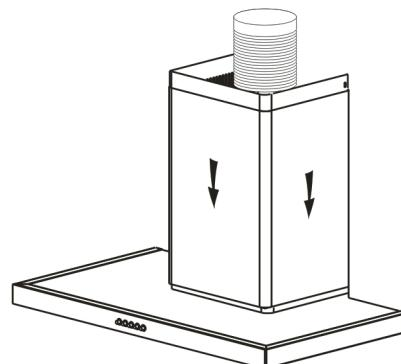

fig. 7
- Collegare le 2 canne fumarie sulla cappa (Fig. 7).